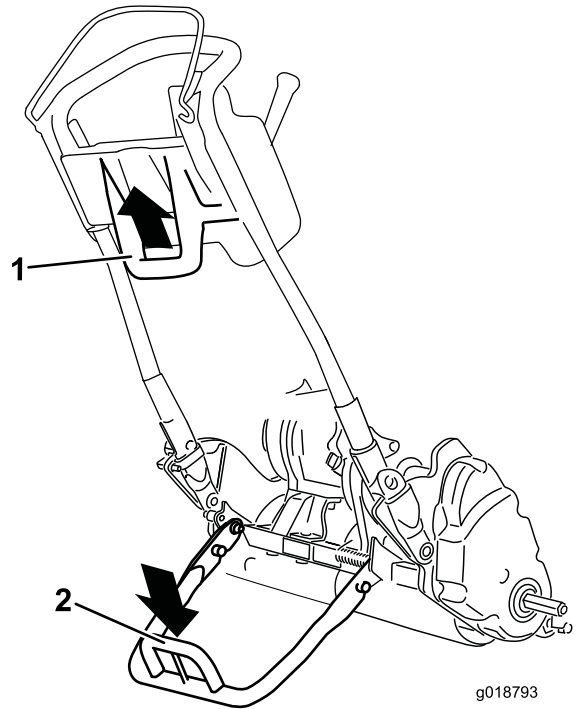

図 26
- 移動走行タイヤの着脱のためにキックスタンドを操作するには、スタンドを床面まで下げ、ループを足で踏みつけた状態のままで、機体下部についているハンドルを持ってマシンを後方に引いてください(図 26)。